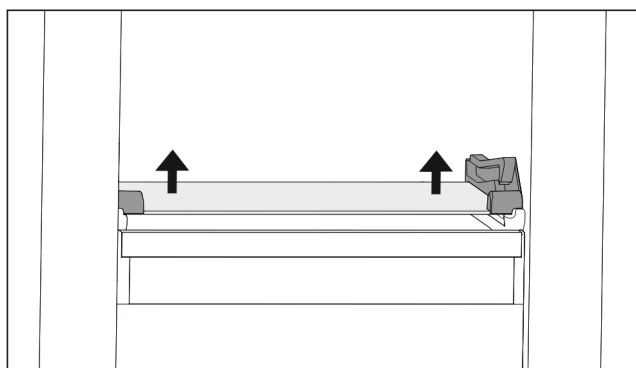

Fig. 61 Tablette en verre du tiroir basculable
- ▶ Appuyer des deux côtés sur la tablette en verre de bas en haut. (voir Fig. 61)